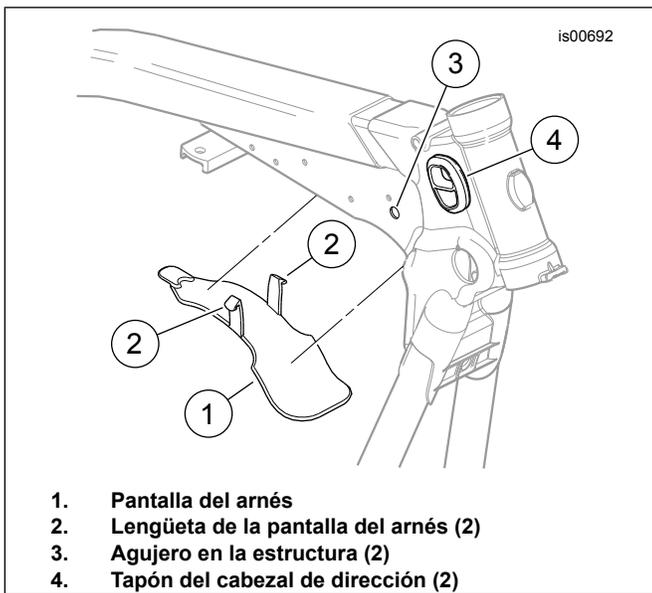

Figura 1. Extracción de la pantalla del arnés
6. Vea la Figura 1. Desenganche las lengüetas (2) de los agujeros (3) en ambos lados de la estructura y quite la pantalla (1).
32. Vea la Figura 1. Pase el conector armado del lado derecho (negro) de la señal de giro, desde el exterior a través de la arandela aislante (4) en el lado derecho de la estructura, detrás del cabezal de dirección. Pase el conector armado del lado izquierdo (blanco) a través de la arandela aislante en el lado izquierdo de la estructura.